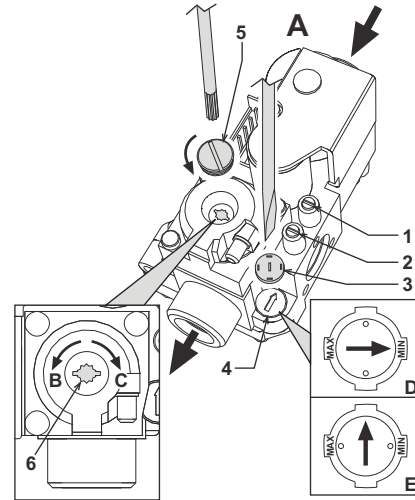

fig. 17 - Regulación de la presión
En las calderas PEGASUS D es posible regular la capacidad térmica del hogar y en consecuencia la potencia térmica entregada al agua de calefacción, actuando únicamente en la regulación del quemador principal a través de la válvula de gas (véase fig. 17). Los diagramas del apartado cap. 5.2 indican la variación de la potencia térmica entregada al agua al variar la presión de funcionamiento del quemador. La adecuación de la potencia de la caldera a las exigencias de calefacción permite reducir las dispersiones y ahorrar combustible. Además, con la variación de potencia reglamentada por la normativa, las calderas mantienen casi inalterados los valores de rendimiento y las características de combustión.
1. Con un pequeño destornillador sacar el capuchón de protección 5 del operador secundario de la válvula de gas de fig. 17.
2. Conectar un manómetro a la toma de presión 2 (fig. 17), situada después de la válvula del gas, y poner el mando del termostato de la caldera en el valor máximo.
3. Regular la presión por medio del tornillo 6 (fig. 17) en el valor deseado, guiándose con los diagramas del apartado cap. 5.2.
2. Quitar el pequeño capuchón de protección 3 de la válvula de gas (fig. 17). Con un pequeño destornillador, regular el "STEP" de encendido para el gas deseado (**G20-G25** posición **D** fig. , o **G30-G31** posición **E** fig. 17), y volver a poner, el capuchón.
- Purgar el aire presente en los tubos del gas por medio de la toma de presión 1 de la válvula del gas (fig. 17).